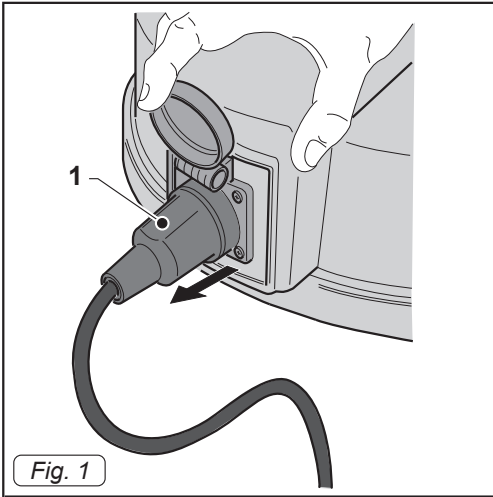

Fig. 1
- Staccare la spina (1 Fig. 1) di alimentazione pompa di evacuazione.
- Inserire la spina (1 Fig. 1) sulla relativa presa.